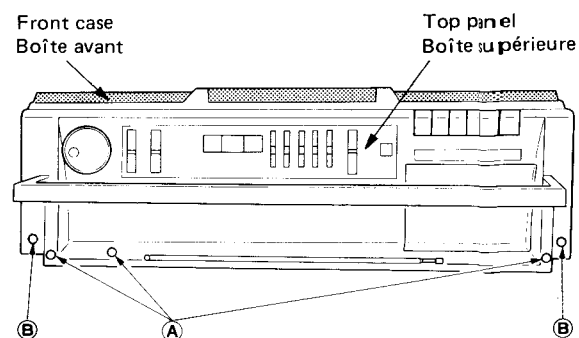

Fig. 3
### 3. Top Panel (Fig. 3, 4, 5)
- (1) Remove the (A) fixing screws (6) shown in Fig. 3, 4, 5.
- (2) Press the EJECT button to open the cassette lid and lift the top panel holding the rod antenna side to remove it.
### 3. Boîte supérieure (Fig. 3, 4, 5)
(1) Enlevez 6 vis d'assemblage (A) montrées sur Fig. 3, 4, 5.
(2) Pressez la touche d'éjection (EJECT) pour ouvrir le couvercle de cassette et soulevez le panneau supérieur tout en maintenant le côté rouge d'antenne pour l'enlever.
### 4. Boîte avant (Fig. 3, 4, 5, 7)